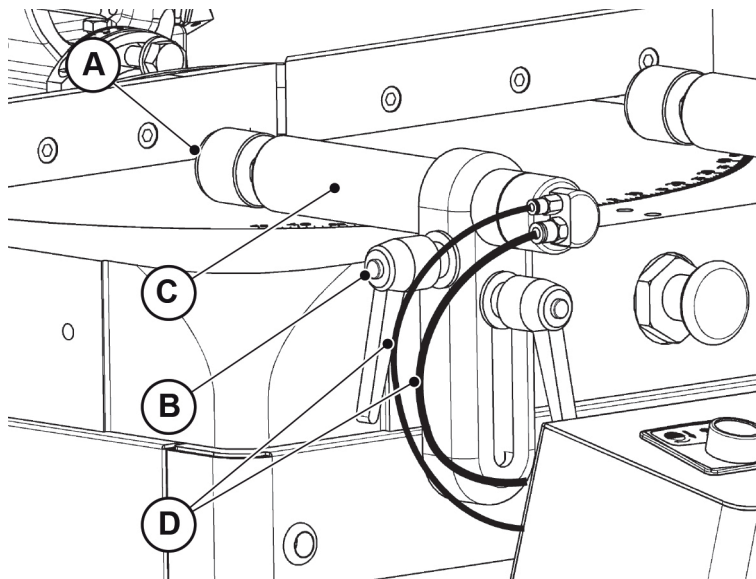

Abb. 09-15
- Den Belag „A“ (Abb. 09-15) der Spannvorrichtung ausschrauben (siehe Kap. 9.2.3).
- Den Hebelgriff „B“ (Abb. 09-15) lockern und den Zylinder „C“ (Abb. 09-15) herausziehen.
- Die Luftschläuche „D“ abtrennen (Abb. 09-15).